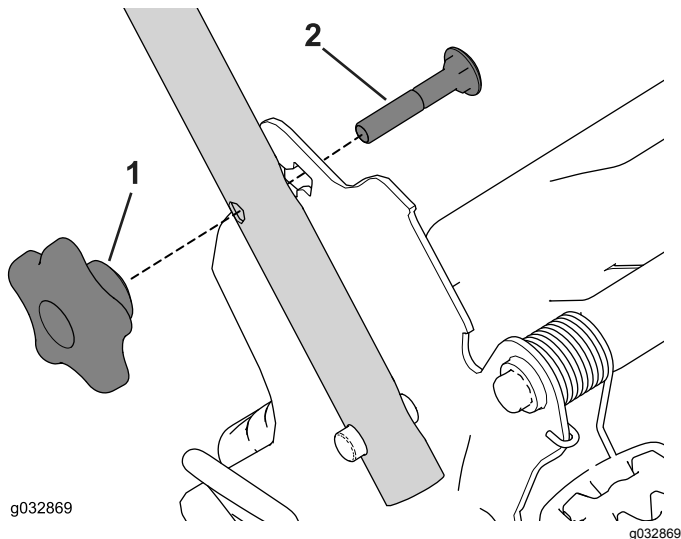

Figure 20
1. Retirez et conservez les 2 boutons et les 2 boulons de carrosserie du support du guidon (Figure 20).